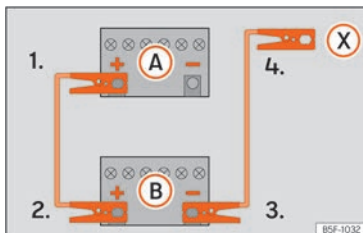

Abb. 191 Anschlusschema für Fahrzeuge ohne Start-Stopp-System.
2. Klemmen Sie ein Ende des roten Starthilfekabels an den Pluspol $\oplus$ des Fahrzeugs mit der entladenen Fahrzeugbatterie (A).
3. Klemmen Sie das andere Ende des roten Starthilfekabels an den Pluspol $\oplus$ des stromgebenden Fahrzeugs (B).
4. Fahrzeuge ohne Start-Stopp-System: Klemmen Sie ein Ende des schwarzen Starthilfekabels an den Minuspol $\ominus$ des stromgebenden Fahrzeugs (B) » (Abb. 191).